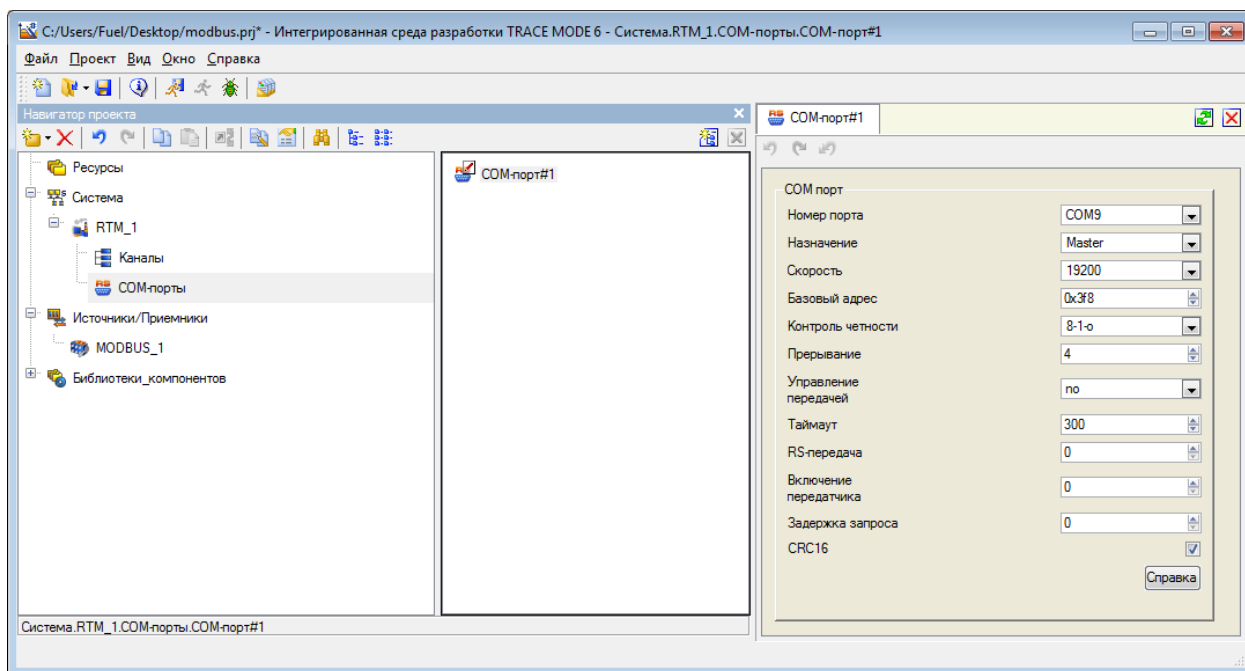

Рисунок 35.
3) В узле «RTM_1» создаем группу COM-порты. Созданный COM-порт открываем на редактирование и настраиваем (см. Рисунок 35). Номер порта присваиваем COM9, скорость 19200 бит/с, контроль четности 8-1-о. Галочка CRC должна быть включена. Все остальные настройки остаются без изменений.